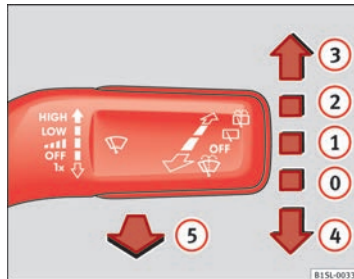

Abb. 60 Frontscheibenwischer bedienen.
- Scheibenwischerhebel kurz nach unten drücken ⇒ Abb. 60 ④.